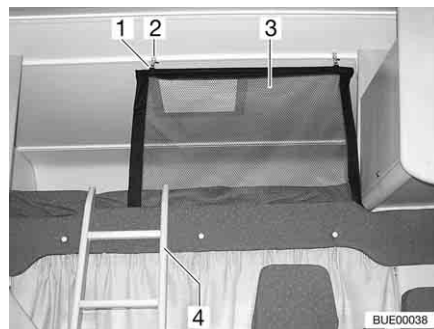
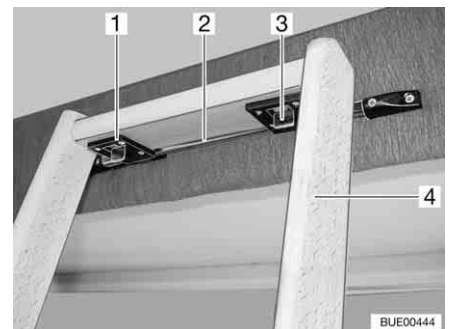

Bild 109 Alkopsäng
Bild 110 Stege, låsning
För att komma upp i alkopsängen ska man alltid använda den medföljande stegen (Bild 109,4 och Bild 110,4).
- Fäst stegens två krokar (Bild 110,1) på stängens (Bild 110,2) på alkopsängens kant.
- Skjut de två spärrarna (Bild 110,3) framåt.
Skyddsnetet (Bild 109,3) är standard. Det ligger mellan madrassen och ribbotten. Skyddsnetet ska först monteras när personerna som ska sova där befinner sig i alkoven.
- Haka fast hållaren (Bild 109,1) i öglorna i taket (Bild 109,2).